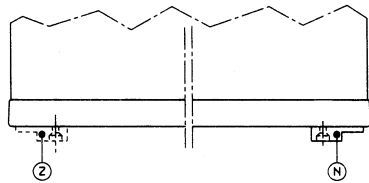

Рис. 4
- f) Почаще прочищайте дренажный канал с помощью соответствующего приспособления (рис. 4), которое можно хранить вставленным в отверстие дренажного канала.